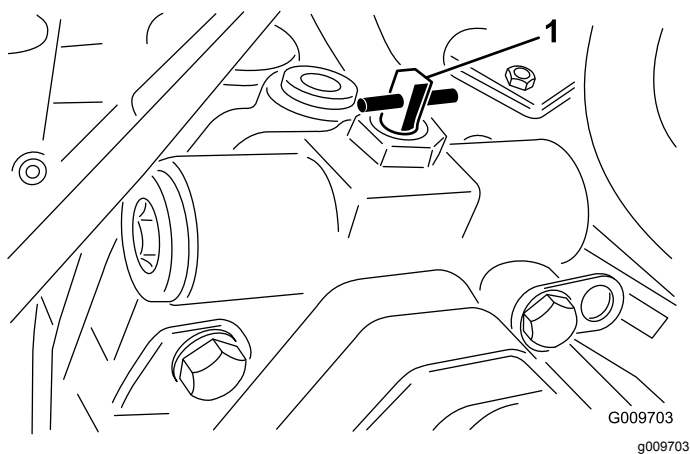

図 63
3. バイパスバルブを右または左に90°回転4分の1回転させるとバルブが開いて内部でバイパスが形成される 図 63。
2. バイパスバルブを右または左に90°回転¼分の1回転させるとバルブが開いて内部でバイパスが形成される 図 63。